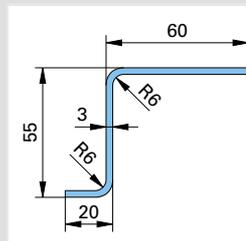

Bild 2: Halter
2. Berechnen Sie jeweils die gestreckte Länge des Halters und des Profils aus S235JR (Bild 2 und 3).
2. Bild 2: